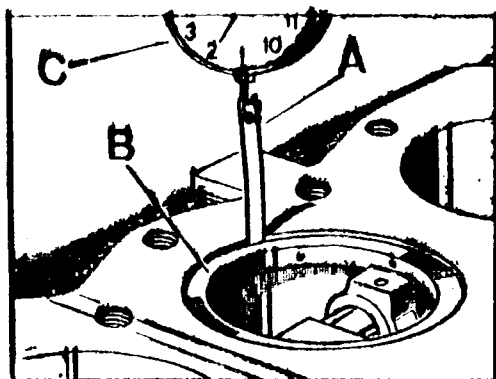

Fig. A3-89 Comprobación del juego del pistón
- 2.1. En el caso de que quiera comprobarse el juego entre pistón y cilindro, introducir una galga, A (Fig. A3-89) 0,11-0,13 mm. de espesor, a lo largo del lado derecho del cilindro y seguidamente introducir el pistón correspondiente al cilindro en posición invertida, V, de tal manera que el eje del bulón quede paralelo al eje del motor. Introducir el pistón hasta que la falda ocupe la posición del segmento superior. Conectar un dinamómetro al orificio de la gal